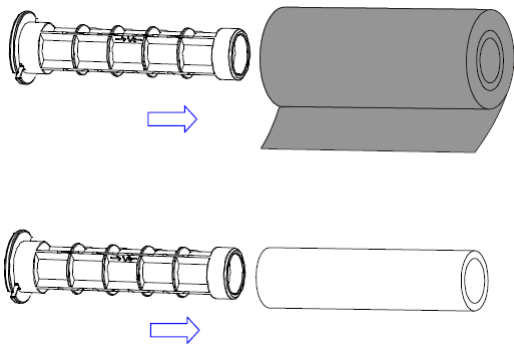

Рис.5.3
4. Распакуйте рулон риббона и наденьте его на валик. (Рис.5.3).